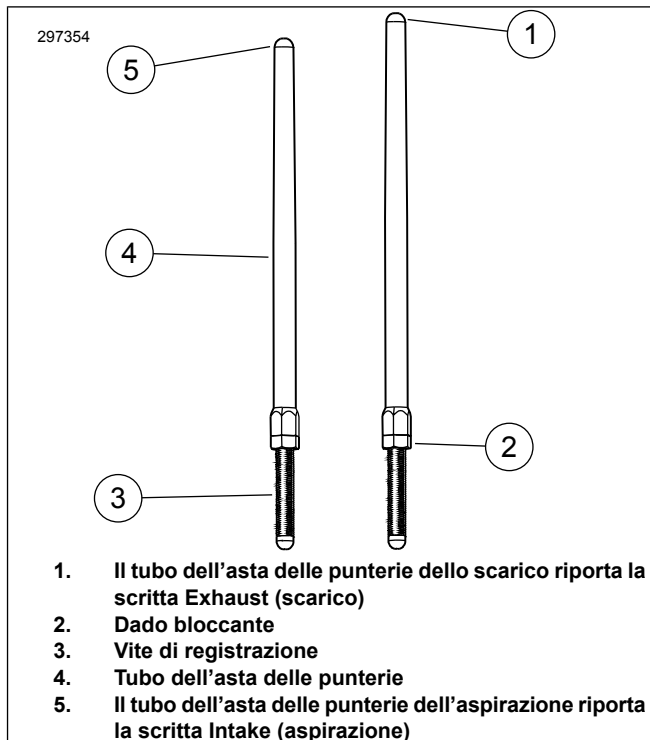

Figura 1. Asta delle punterie regolabile
6. Figura 1 Allentare il dado bloccante su tutte le aste delle punterie e regolarle secondo le lunghezze più ridotte.